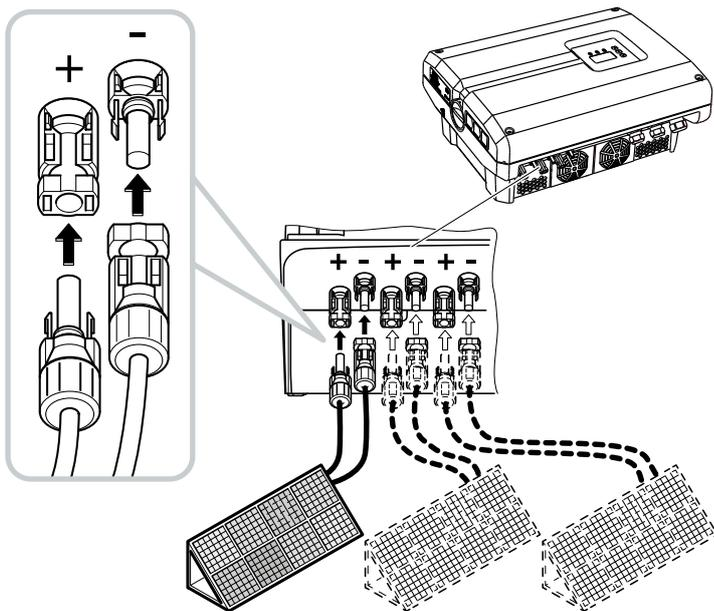

Abb. 37: PV-String anschließen
6. Die Buchsen und Stecker der DC-Leitungen am Wechselrichter einstecken. **☑ Abb. 37**